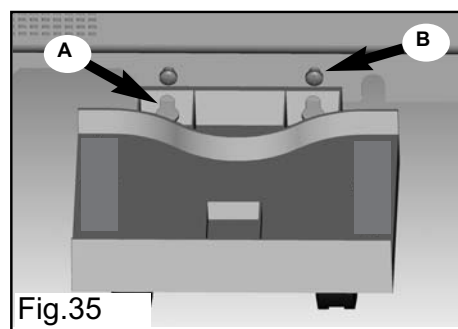

Fig.35
1. Aligned les trous dans le plateau de support de réservoir d'eau (A) puis abaissez sur les vis (B) situées à la section (inférieure) arrière de l'unité. Voir Fig. 35